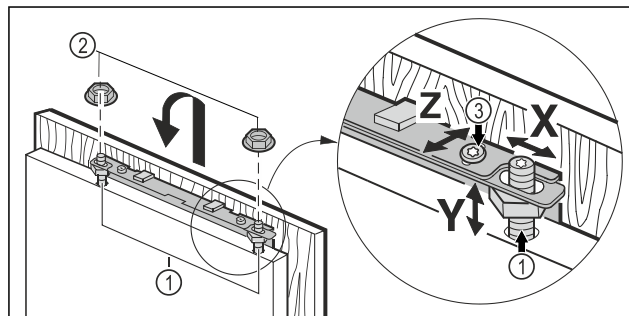

Fig. 45
- ▶ Zakvačite vrata namještaja za svornjake za namještanje Fig. 45 (1) i labavo navrnite protumatice Fig. 45 (2) na svornjake za namještanje.
- ▶ Poravnajte vrata namještaja u visinu **Y** i prema bočnom nagibu: Namjestite svornjake za namještanje Fig. 45 (1) s pomoću odvijača.
- ▶ Pritegnite protumaticu Fig. 45 (3).